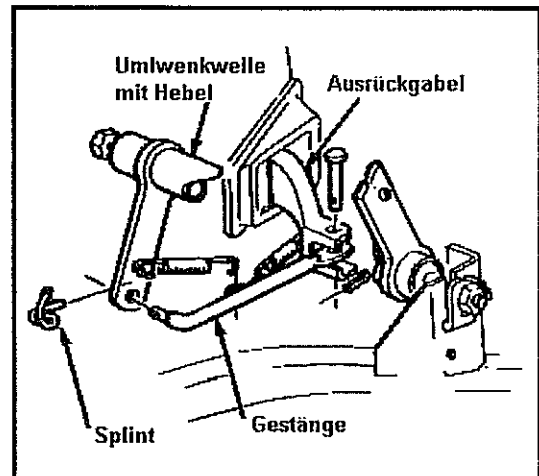

Abb. 11-29 Übertragungsgestänge zur Ausrückgabel
- Gestänge zur Kupplungsausrückgabel mit Zugfeder entfernen. Siehe Abb. 11-29